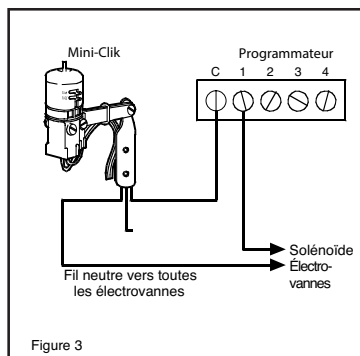

Figure 3
A. Électrovannes à solénoïde 24 V uniquement (pas de pompe de surpression) — Fig. 3